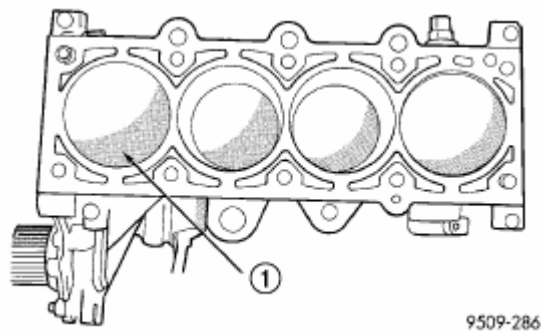

Рис. 61. Маркировка поршней.
- (1) Снять верхний уступ отверстий цилиндров при помощи надежного инструмента, перед снятием поршней с блока цилиндров. **При этой операции верхняя часть поршней должна оставаться закрытой.** Пометить поршни по номерам цилиндров (Рис.61).